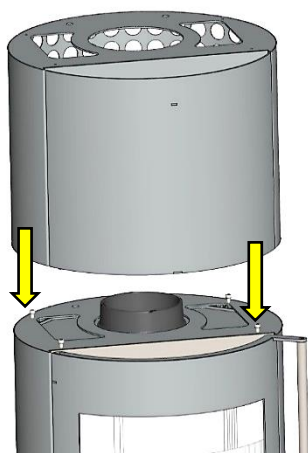

Fig. 8 : monter la rehausse
- Positionner la rehausse à l'aide des vis mentionnées ci-dessus (Fig. 8) Fixer la rehausse à l'aide de la vis de sécurité fournie.